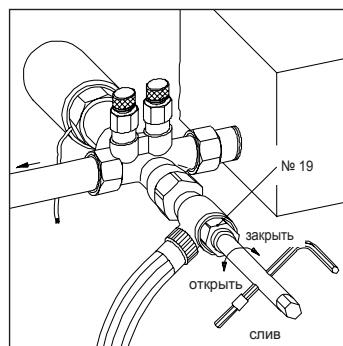

рис.4
- 4 Навернуть инструмент для заполнения и слива на штуцер и на отводе закрепить шланг диаметром $\frac{1}{2}$ " (рис. 4).
- 5 Шестигранный ключ №10 надеть на инструмент для заполнения и слива и поворачивая влево, заполнить или сплыть модуль охлаждения (рис. 4).
- 2 После заполнения надеть шестигранный ключ №10 на инструмент для заполнения и слива и завернуть шток вентиля, поворачивая ключ вправо (рис. 4).